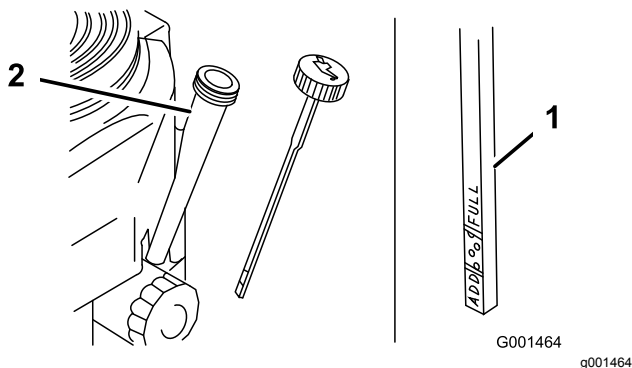

Рисунок 22
4. Очистите поверхность вокруг масломерного щупа (Рисунок 22), чтобы загрязнения не попали в заливное отверстие и не повредили двигатель.
5. Выверните масломерный щуп и на чисто протрите его конец (Рисунок 22).
6. До упора вставьте масломерный щуп в заливную горловину, но не заворачивайте в нее (Рисунок 22).
8. Медленно залейте примерно 80% от указанного количества масла в заливную горловину (Рисунок 22).